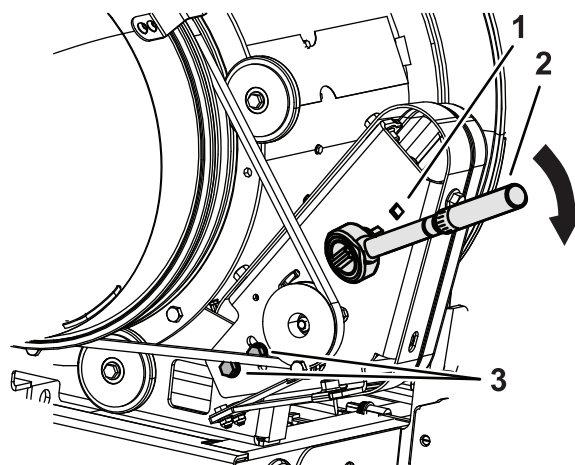

Figura 30
3. Introduceți mânerul unei chei dinamometrice în consola de montaj a fuliei, așa cum este indicat în Figura 30.